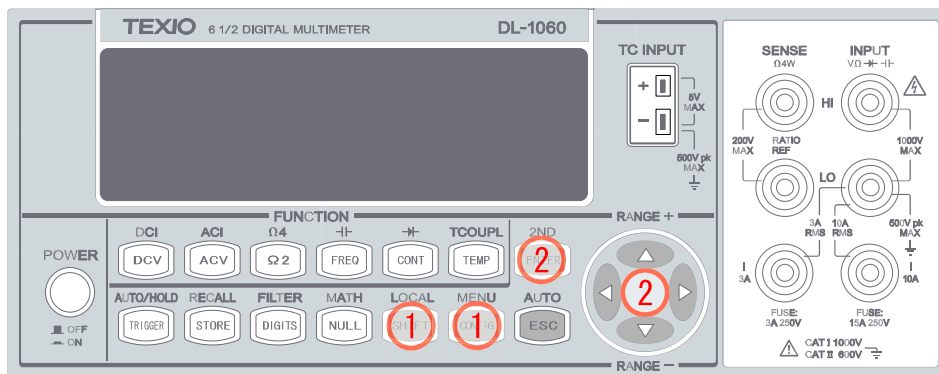

図 3-1
- ① MENU(SHIFT + CONFIG)ボタンを押します。
- ② ◀▶ボタンで、”SET ADC” ENTER、”AUTO ZERO” ENTER、”ON/OFF” ENTER の順に操作し Auto Zero を設定します。これらの操作は図 3-1 に示します。